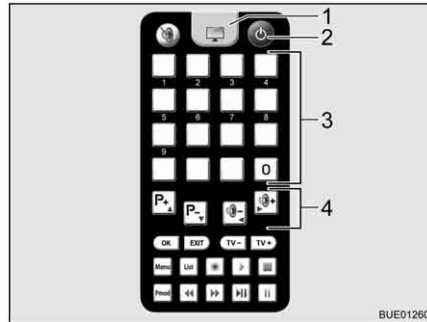

Bild 21 Fjärrstyrning
- Tryck på knappen "⏻" (Bild 21,2) på fjärrstyrningen. Parabolantennen lämnar viloläget och växlar till sökläge. När systemet har hittat satelliten ljuder en akustisk signal.
- Ställ in den önskade sändaren via lagringsknapparna (Bild 21,3) eller funktionsknapparna (Bild 21,4).